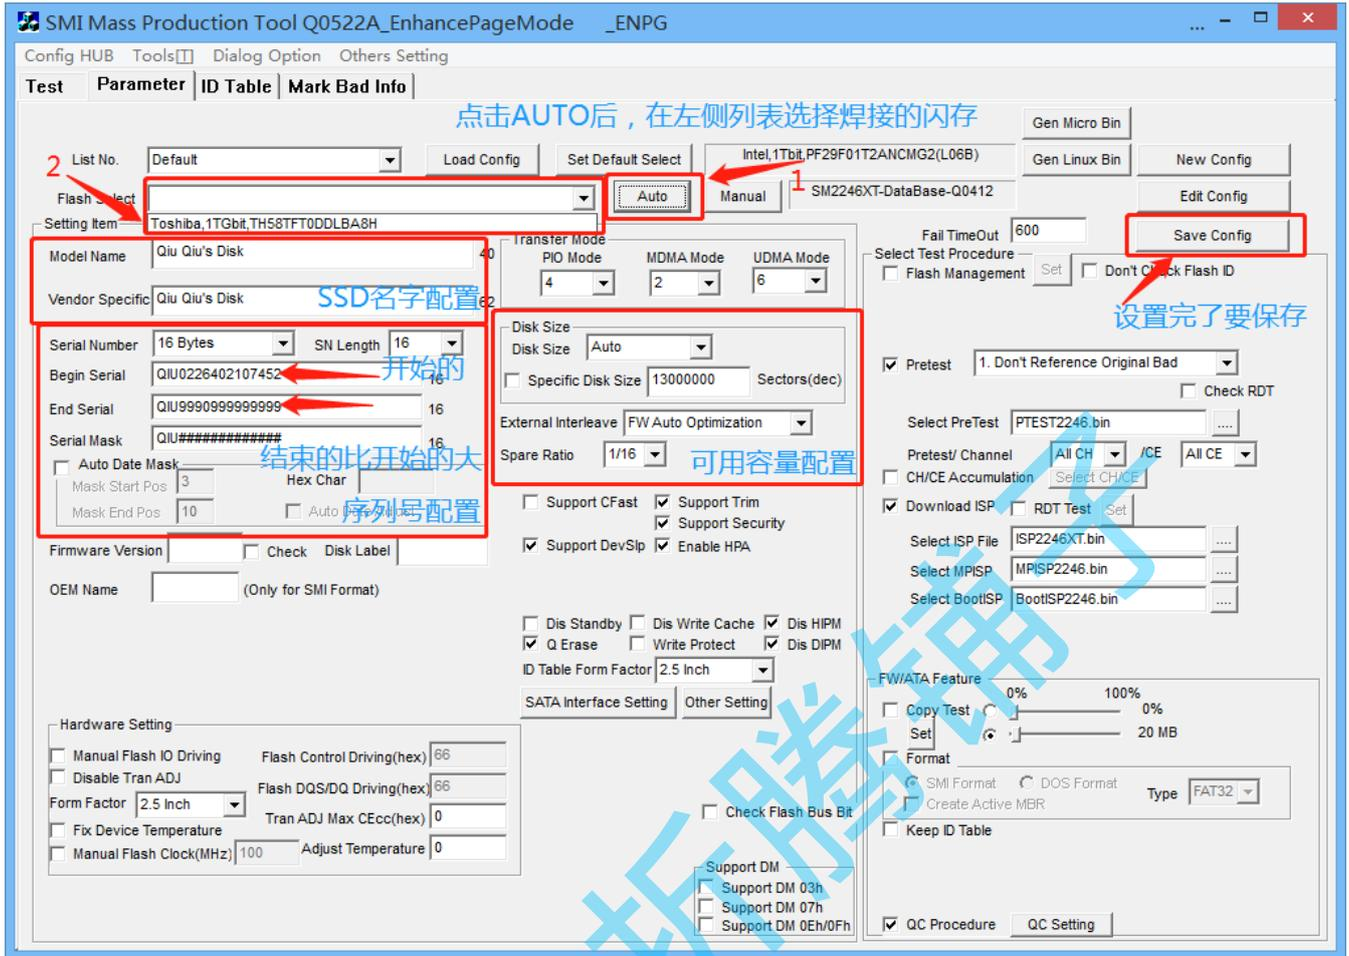

图 6
5. 根据焊接的闪存，查看 ID 分布正确以后，进入参数设置页，如图 6 所示。